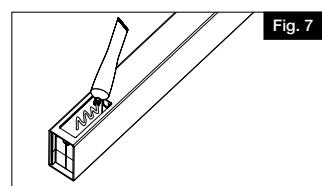

Fig. 7
- c. Appliquer le ciment pour vinyle fourni sur toutes les surfaces intérieures des montants où les traverses seront installées (Fig. 7).